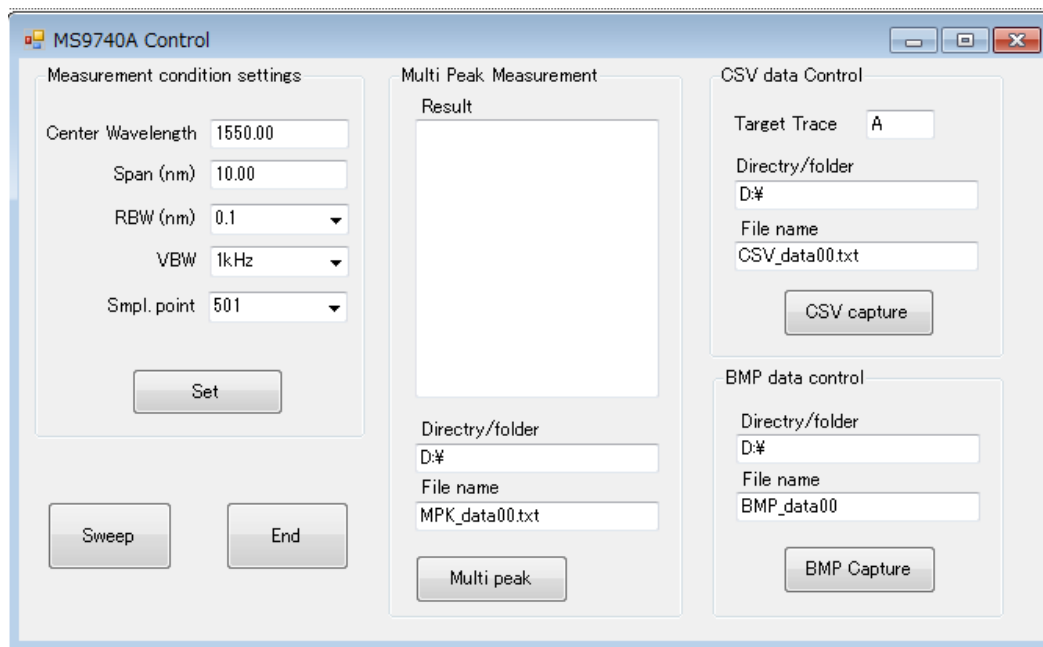

図 10. Visual Basic の GUI
- f. デバッグが開始されると図 10 のような画面が表示されるので、それぞれの設定の反映や結果の取得ができることを確認してください。